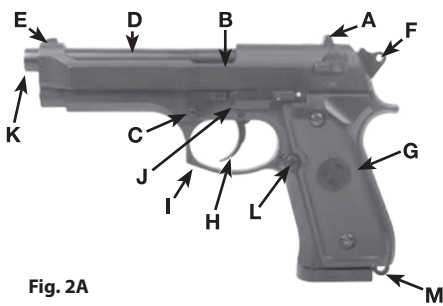

Fig. 2A
1. Encuentre el seguro del lado derecho de la pistola directamente encima del gatillo (Fig. 2A).
2. El seguro está en posición de SEGURO ("SAFE") y la pistola de aire está con el seguro activado ("ON SAFE") cuando el anillo BLANCO se pueda ver (Fig. 2A).